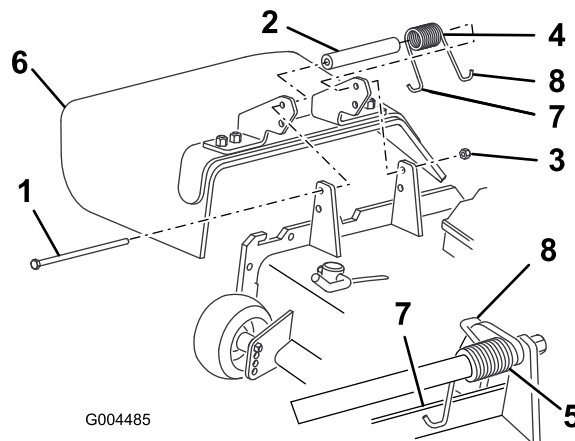

Figura 76
2. Retire a porca de bloqueio, o parafuso, a mola e a cunha que fixam o deflector aos apoios de articulação (Figura 76).
3. Coloque a anilha e a mola entre os suportes de substituição do deflector de relva (Figura 76).
Nota: Certifique-se de que a extremidade esquerda em gancho J da mola está por trás da extremidade da plataforma antes de colocar o parafuso (como se mostra em Figura 76).
Nota: Coloque a extremidade em gancho J da mola em torno do deflector de relva (Figura 76).